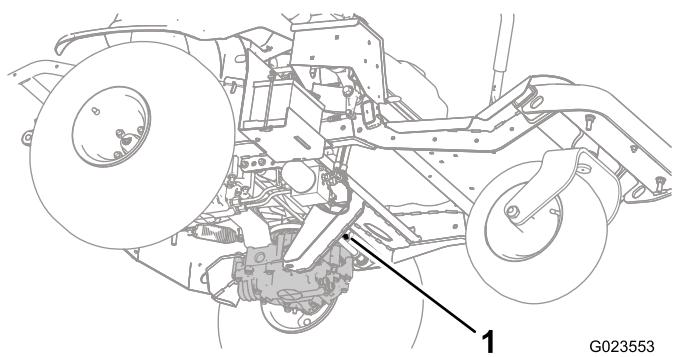
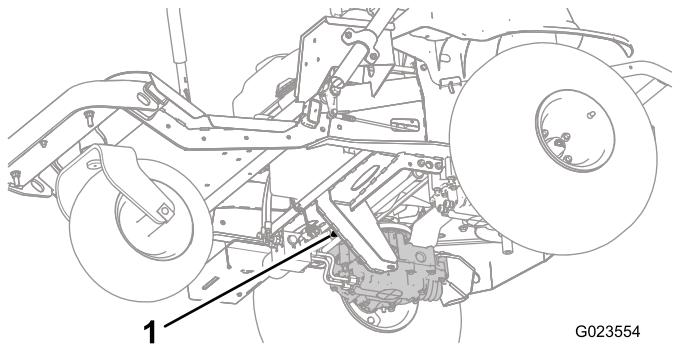
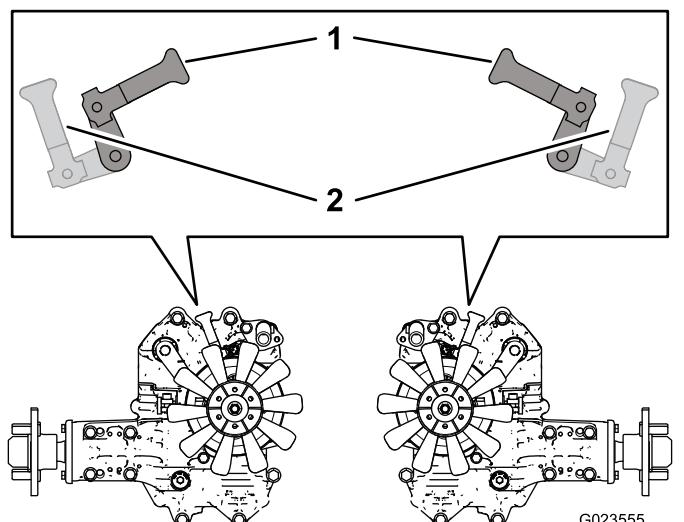

Figura 27
Figura 28
Figura 29
2. Desde debajo de la máquina, gire las palancas de las válvulas de desvío (Figura 27 y Figura 28) hacia dentro, orientadas hacia el centro de la máquina (Figura 29), y quite el freno de estacionamiento; consulte Uso del freno de estacionamiento (página 23).
3. Cuando haya terminado de empujar o remolcar la máquina, mueva las palancas de las válvulas de desvío hasta que estén orientados hacia la parte delantera de la máquina, para poder conducir la máquina (Figura 29).